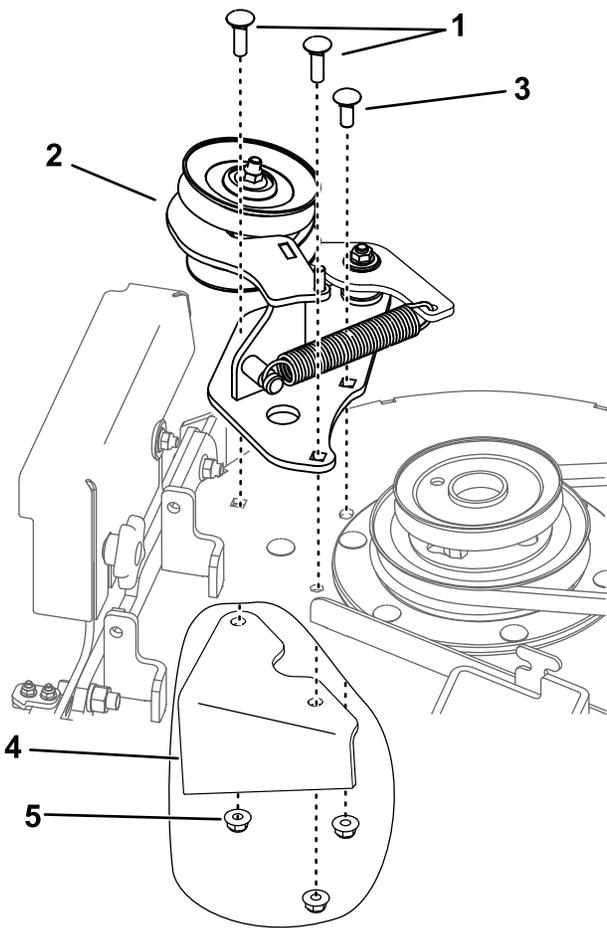

Figura 5
3. Usando las 3 tuercas que retiró anteriormente, 1 perno de $\frac{3}{8}$ " x $1\frac{1}{4}$ " y 2 pernos de cuello cuadrado de $\frac{3}{8}$ " x 1", instale el conjunto de tensor en la carcasa de corte (Figura 5).
10. Usando las 3 tuercas que retiró anteriormente, 1 perno de $\frac{3}{8}$ " x $1\frac{1}{4}$ " y 2 pernos de cuello cuadrado de $\frac{3}{8}$ " x 1", instale el conjunto de tensor en la carcasa de corte (Figura 5).